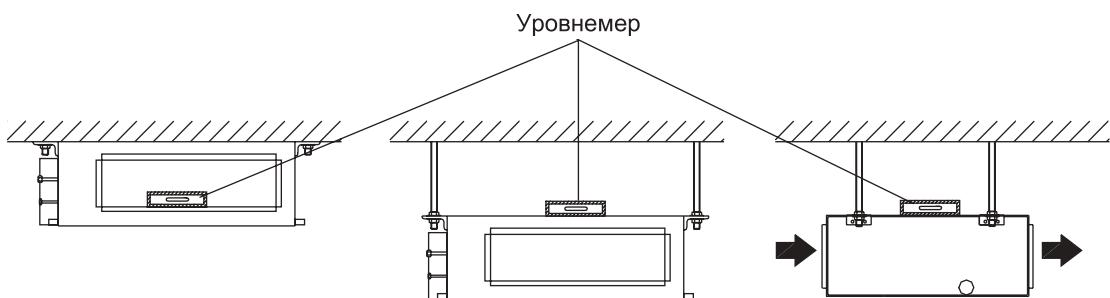

Рис. 10.28 — Выравнивание блока в горизонтальной плоскости
- После установки блока, используя уровнемер, отрегулируйте положение блока в горизонтальной плоскости с помощью крепежных гаек (см. рисунок 10.28).